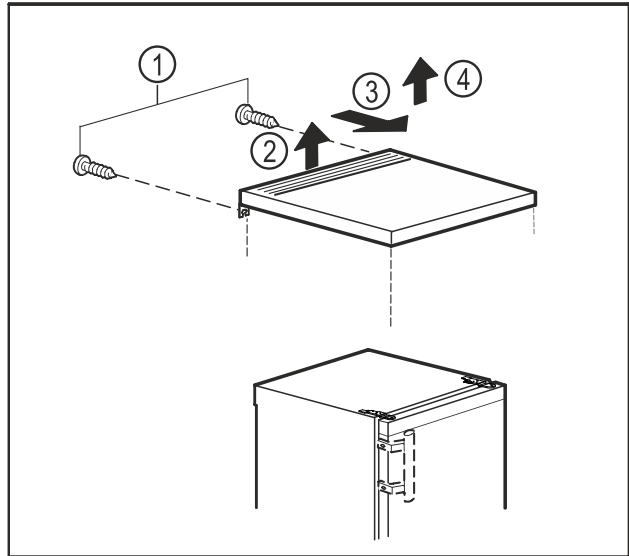

Fig. 10
- ▶ Demontirajte vijke na stražnjoj strani. Fig. 10 (1)
- ▶ Podignite stolnu ploču otraga. Fig. 10 (2)
- ▶ Pomaknite stolnu ploču prema naprijed. Fig. 10 (3)
- ▶ Skinite stolnu ploču prema gore. Fig. 10 (4)